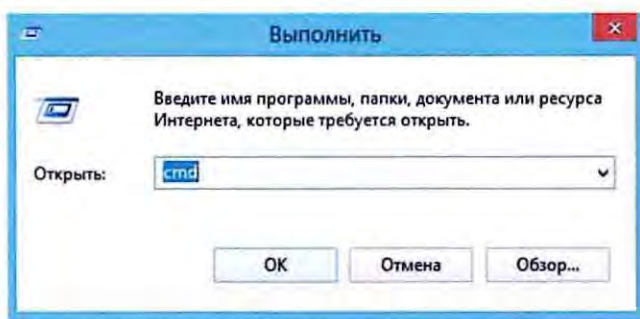

Рисунок 4. Запуск командной строки.
7.2.4 В открывшейся командной строке ввести команду **telnet** и IP адрес (Рисунок 4).